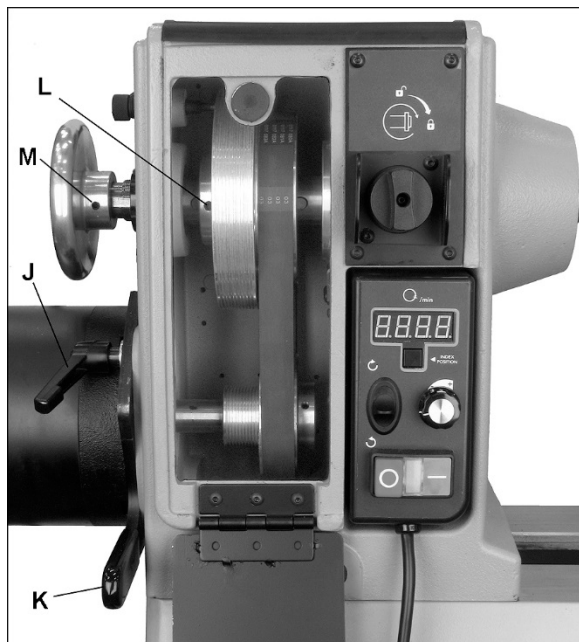

Рис. 8-9: выравнивание шкива/ремня
3. Ослабьте ручку фиксации (J, Рис. 8-9) и поднимите рукоятку натяжения (K, Рис. 8-9), чтобы приподнять двигатель. Затяните ручку (J, Рис. 8-9), чтобы зафиксировать двигатель в этом положении.
5. Ослабьте ручку фиксации (J, Рис. 8-9) и опустите двигатель, чтобы натянуть ремень. Убедитесь, что ручки поликлинового ремня точно расположились в канавках шкива. Не перетягивайте ремень. Чтобы предотвратить проскальзывание ремня, достаточно слегка опустить рукоятку натяжения (K, Рис. 8-9).
6. Затяните ручку фиксации двигателя (J, Рис. 8-9).
Шкивы двигателя и шпинделя выровнены относительно друг друга на заводе-изготовителе. Если в ходе технического обслуживания выравнивание шкивов было нарушено, их взаимное расположение необходимо снова отрегулировать. Для этого при помощи шестигранного ключа ослабьте два установочных винта на шкиве шпинделя (L, Рис. 8-9) и передвиньте шкив в нужное положение. Затяните установочные винты.
2. Ослабьте ручку фиксации (J, Рис. 8-9) и поднимите рукоятку натяжения (K, Рис. 8-9), чтобы приподнять двигатель.
3. Затяните ручку (J), чтобы зафиксировать двигатель в этом положении. Снимите ремень со шкивов.
4. При помощи шестигранного ключа ослабьте два установочных винта на маховике (M, Рис. 8-9) и снимите его со шпинделя.
9. При замене шкива шпинделя, ослабьте два установочных винта (L, Рис. 8-9), и сдвиньте шкив со шпинделя. Установите новый шкив, слегка затянув два установочных винта. Убедитесь, что шкив расположен правильно.
12. Установите на место маховик и затяните установочные винты (M, Рис. 8-9).
14. Выровняйте новый шкив (см. раздел 8.11), затем плотно затяните на нем два установочных винта (L, Рис. 8-9).
15. Ослабьте ручку фиксации двигателя (J) и дайте ему опуститься. Не перетягивайте ремень. Чтобы предотвратить проскальзывание ремня, достаточно слегка опустить рукоятку натяжения (K).
16. Снова затяните ручку фиксации (J).